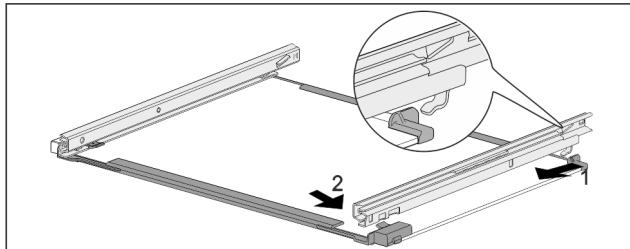

Fig. 192 Steklena plošča z vodili
- Vodilo obesite na kavelj na zadnji strani. Fig. 192 (1)
► Vodilo zaskočite na sprednji strani. Fig. 192 (2)